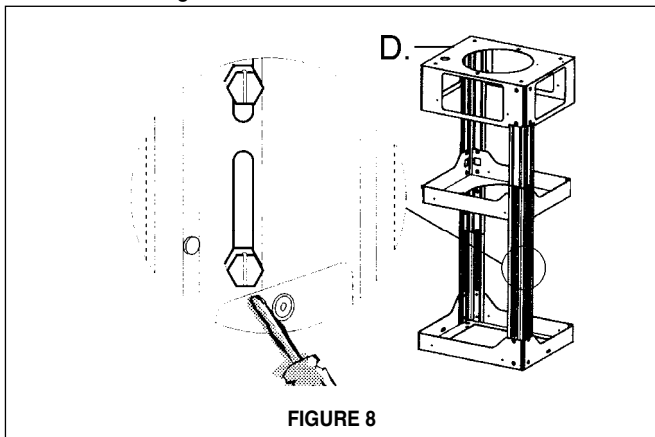

FIGURE 8
6. Déterminer l'emplacement approprié pour le câble d'alimentation, tel qu'il est indiqué sur le gabarit. Utiliser un foret de 1/4 po pour faire un trou et y passer le câble d'alimentation. Utiliser de la pâte à calfeutrer pour sceller tout autour du trou. **NE PAS mettre en circuit tant que l'installation n'est pas complétée.** Une pastille enfonçable est prévue en haut de le TREILLIS (D de la FIGURE 8) pour le câble d'alimentation.
8. Installer le TREILLIS (D de la FIGURE 8) au plafond en s'assurant qu'il le soit de façon sécuritaire. Déterminez la longueur désirée du TREILLIS et ajustez la longueur de l'appui en enlevant les quatre vis (de la FIGURE 8) avec un tournevis à lame plate. Une fois la longueur du TREILLIS est déterminée, installe et serre les quatre vis.